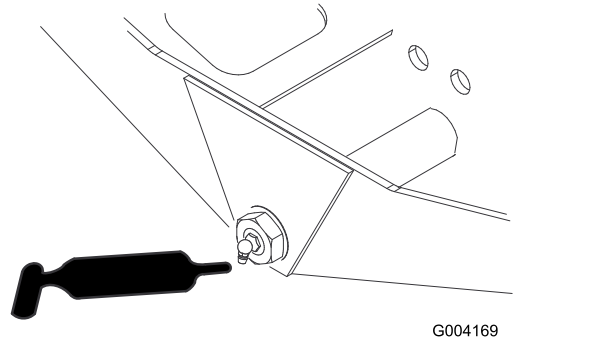

Figura 46
- Perno sterzante del ponte (1) (Figura 46)